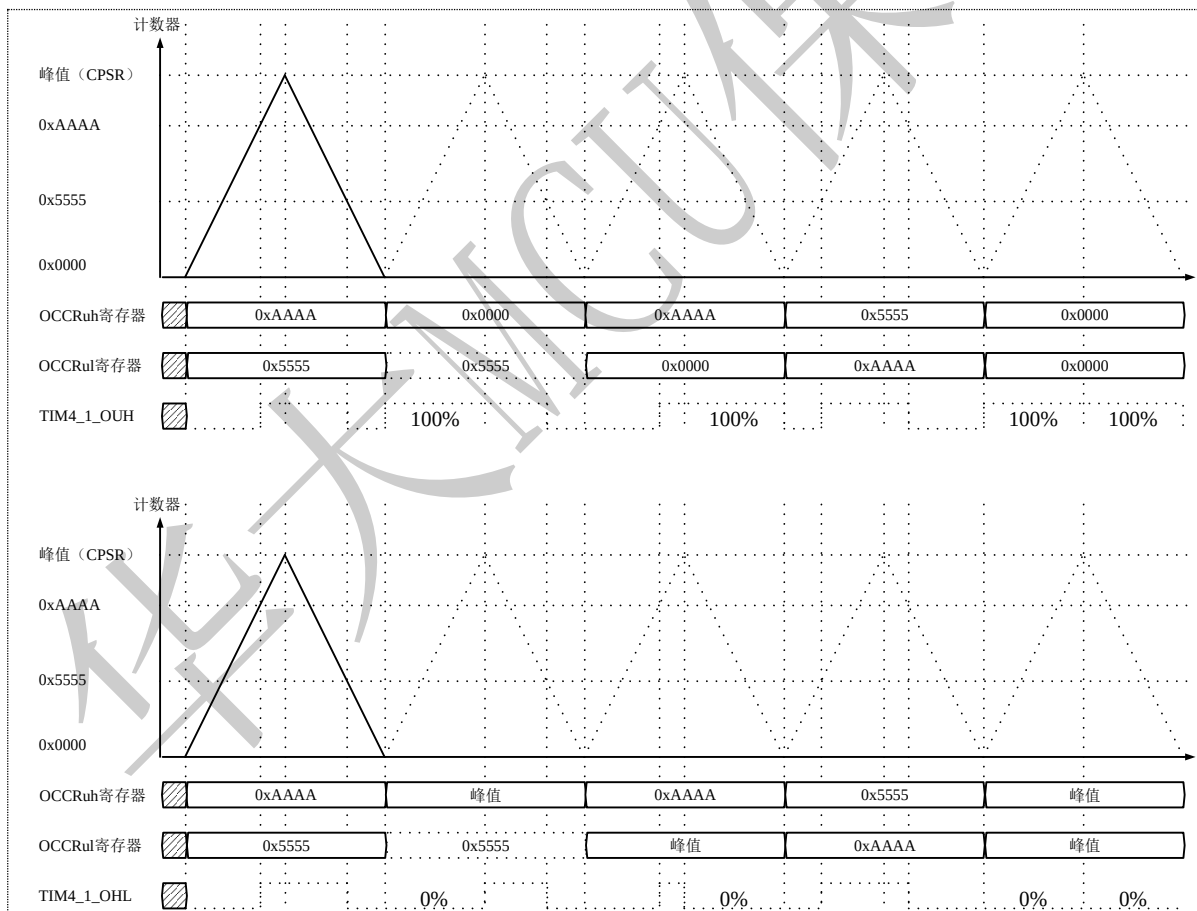

图 20-7 三角波模式波形输出例
2) 下图 20-7 是三角波计数模式下的比较输出模块的波形输出示例。